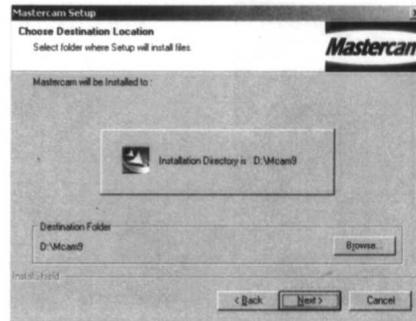

图 1-8
(7) 显示一个信息对话框, 提示 Installation Directory is D: \Mcam 9 (安装在子目录 D 盘), 如图 1-8 所示, 单击 “Next” (下一步) 按钮。